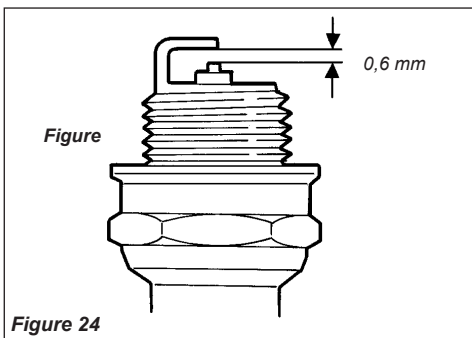

Figure 24
2. Nettoyer l'électrode à l'aide d'une brosse métallique. Si nécessaire, régler l'écart de l'électrode. L'écart doit être équivalent à 0,6 mm. Voir figure 24.